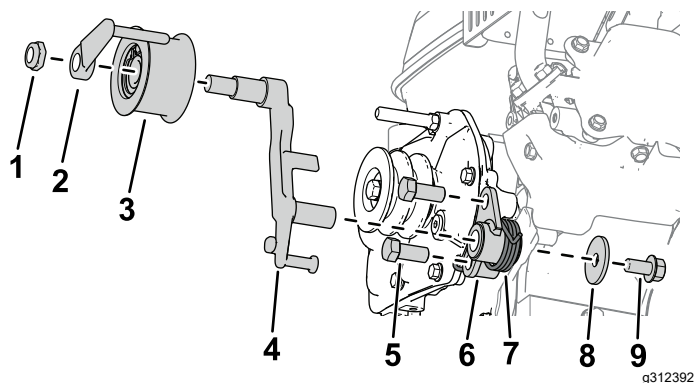

Рисунок 3
- Установите кронштейн сцепления на редуктор с помощью 2 болтов (7/16 x 1 дюйм), как показано на Рисунок 3
- Установите рычаг сцепления на кронштейн сцепления (Рисунок 3).
- Установите моментную пружину на кронштейн сцепления с помощью шайбы (3/8 x 1 3/8 дюйма) и болта (3/8 x 3/4 дюйма), как показано на Рисунок 3.
- Установите натяжной шкив в сборе на рычаг сцепления вместе с направляющей ремня и шестигранной гайкой (Рисунок 3).